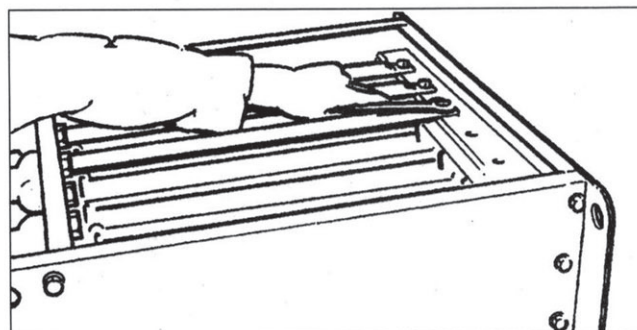

图10、安装喷吹管
- 11、装上喷吹管（图10）。由于每个喷吹管是由螺栓固定的，应确保喷吹管的开口端牢固地压入定位器中，而喷口应朝向托架。